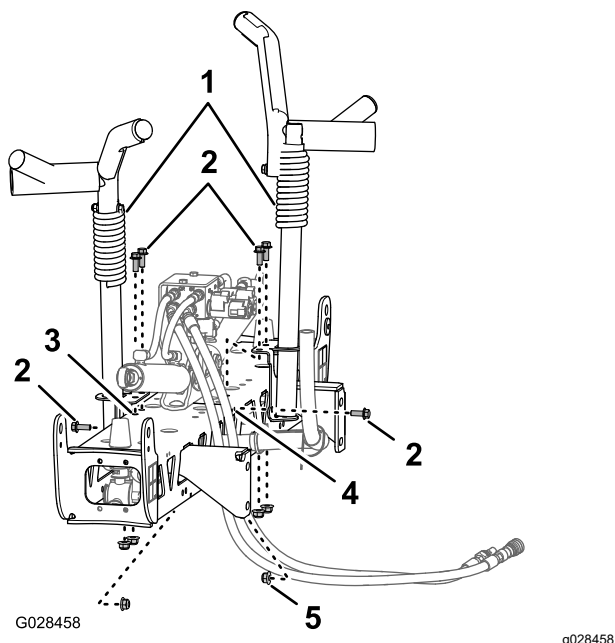
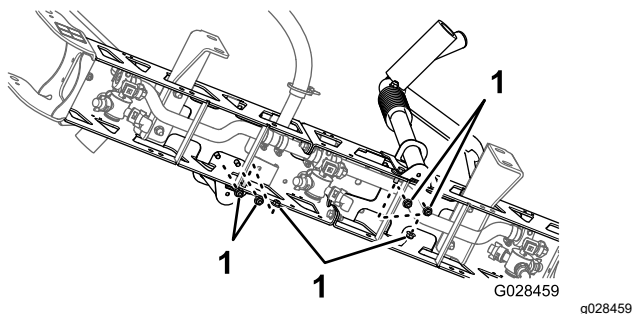

Figura 37
Figura 38
2. Alinhe as cavidades de transporte da rampa com a secção da rampa central (Figura 37).
3. Monte as cavidades na seção da rampa (Figura 37 e Figura 38) com seis parafusos (3/8 pol. x 1 pol.) e seis porcas de bloqueio flangeadas (3/8 pol.).